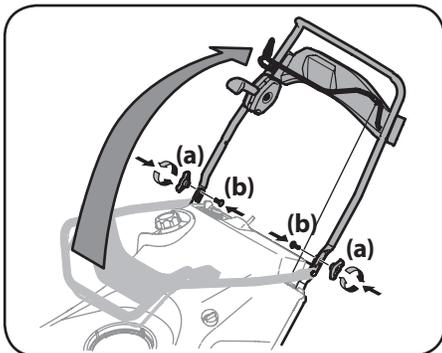
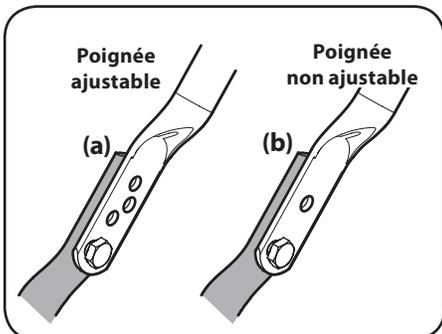

Figure 2-3
Figure 2-4
2. Relevez la poignée supérieure à la position de fonctionnement. Assurez-vous de ne pas pincer les câbles. Voir Figure 2-3.
3. Voir Figure 2-4. Pour les modèles dotés d'une poignée ajustable (a), passez à l'étape 4. Pour les modèles qui ne sont pas dotés d'une poignée ajustable (b), serrez la quincaillerie retirée à l'étape 1 pour fixer la poignée en place. Voir Figure 2-3. Procédez ensuite à l'installation de la goulotte.